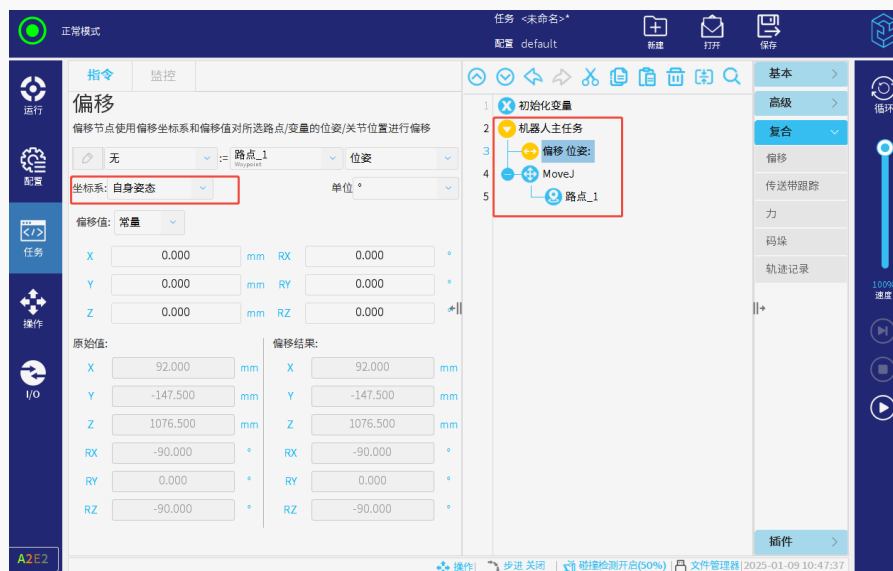

图 3-119: 自身姿态坐标系设置
- 由于机器人的姿态坐标系近乎等同于机器人实时的工具坐标系，因此只需指定“自身姿态”坐标系，无需限制偏移节点的位置，系统将按照该路点的预设位姿或实际位姿的姿态坐标系直接执行偏移，如图 3-119所示。